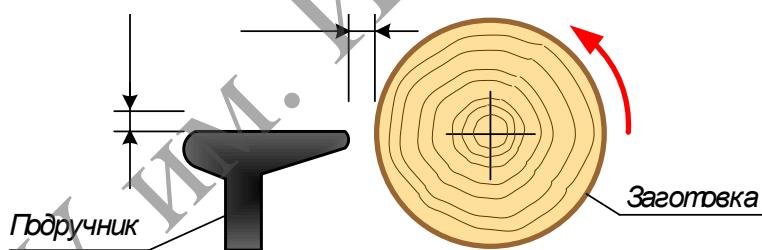

Рисунок 13.12. – Расположение подручника относительно заготовки
12. Укажите на схеме (рисунок 13.12) оптимальные размеры расположения подручника токарного станка относительно заготовки.